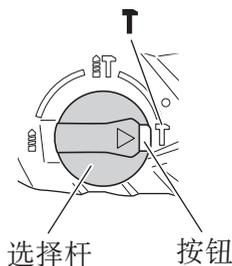

图 11
按压按钮，将选择杆转至“T”标记处，锤钻能以单纯锤钻模式工作。(图 11)
- (3) 将选择杆转至“**T**”标记处。(图 11)